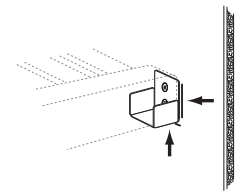

FIG. 1.6
9. Marque una línea de nivel en la pared en la parte inferior y en el costado de la ménsula de tope (Fig. 1.6).